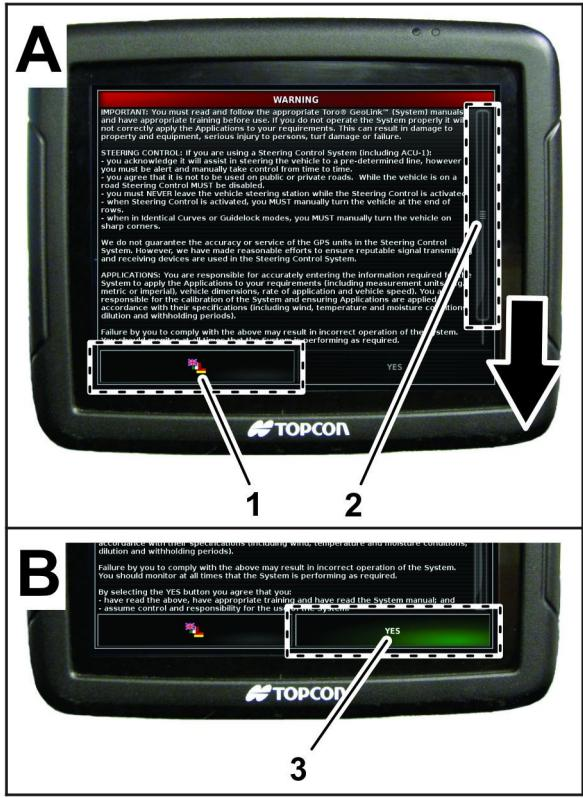

图 15
- 如果需要按语言图标将 X25 显示更改为另一种语言图 15。
- 阅读“最终用户许可协议”图 15。
使用滚动条导览至屏幕底部。是图标将变成绿色图 15。
- 按 是图标移至主屏幕图 15。